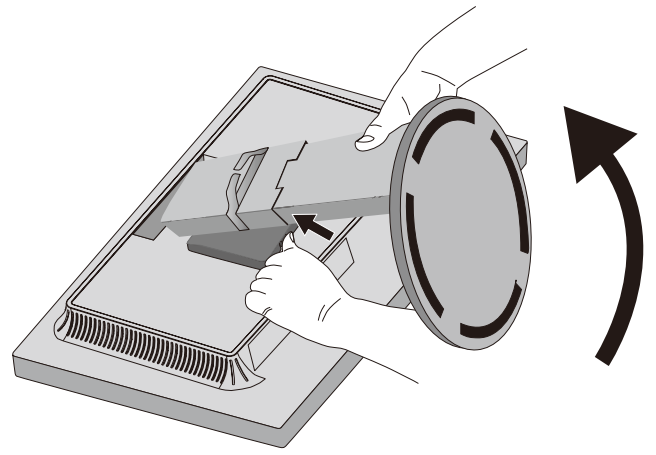

图 S.1
3. 将显示器面朝下放在一个不会造成磨损的表面 (图 S.1)。
4. 用一只手握住底座，将另一只手放在快速释放杆上。按箭头所示方向按下快速释放杆 (图 S.1)。
5. 提起底座，将它与显示器分离 (图 S.1)。现在，可以使用其它方法安装显示器了。按照与此相反的步骤重新安装底座。